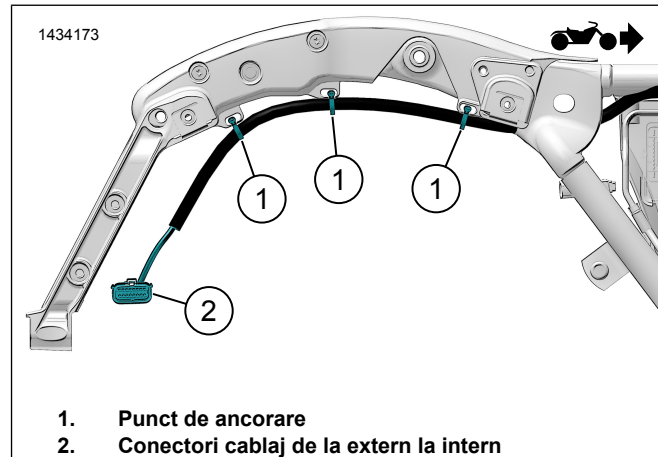
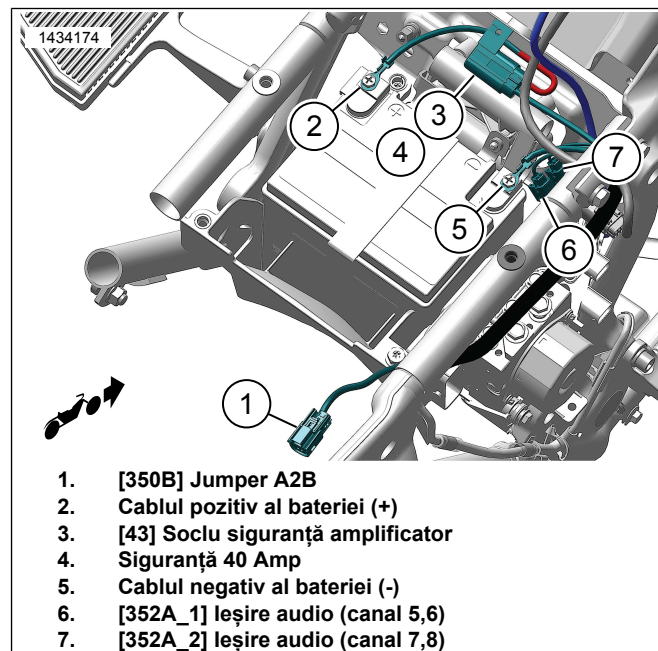

Figura 17. Direcționarea cablajului extern (tipic)
Figura 18. Direcționarea cablajului extern (tipic)
- a. Figura 17 Folosind curele de cablu instalați lejer cablajul la punctele de ancorare (1). Nu strângeți curelele de cablu.
- c. Figura 18 Direcționați cablajul rămas în zona cutiei bateriei.
- d. Conectați cablul negativ al bateriei (2).
- e. Conectați cablul pozitiv al bateriei (4).
- f. Montați siguranța (4) în soclul siguranței (3).
- g. Fixați soclul siguranței (3) cu curea de cablu.
- h. Dirijați conectorii (1) spre zona capacului din partea stângă și conectorii (5, 6) spre capacul din partea dreaptă.
2. Figura 17 Conectați cablajul exterior de la desagă la cablajul intern (2) și la desagă.
3. Figura 18 Conectați [350B] (1) a cablajului amplificatorului secundar la [350A] de la cablajul amplificatorului primar.
- a. **FLTRKSE 2022:** Conectați [350B] (1) al cablajului amplificatorului secundar la conectorul cu 2 căi.